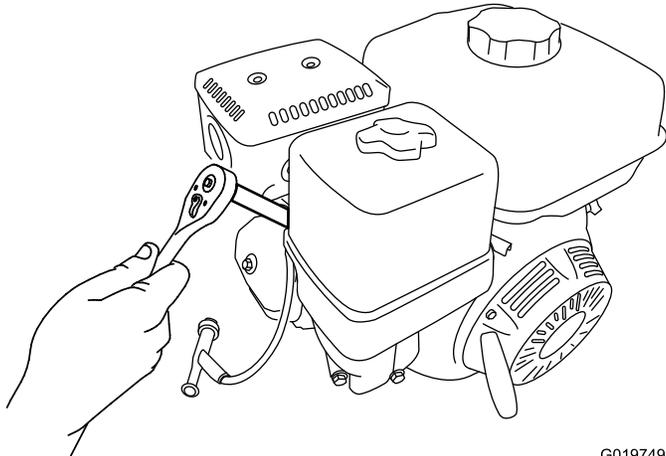

Figura 46
5. Gire la bujía en sentido antihorario usando una llave para bujías de 21 mm (13/16") para desmontar la bujía y la junta (Figura 46).
2. Gire la bujía en sentido horario usando una llave para bujías de 21 mm (13/16") hasta que la bujía y la junta estén asentadas (Figura 46).